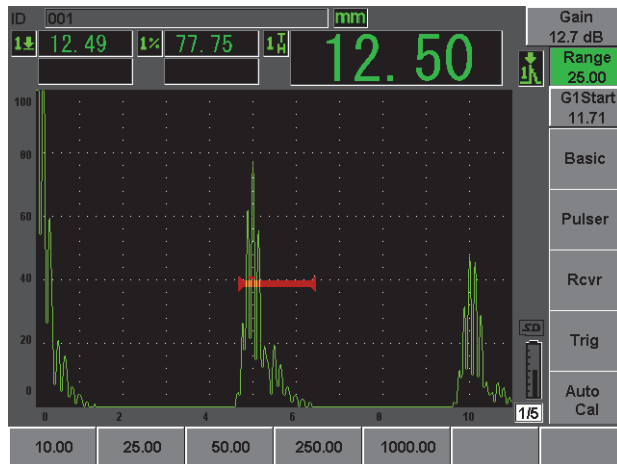

Abbildung 2-17 Einstellen des Bereichs
16. Taste **[RANGE]** (Bereich) drücken und den Bildschirmbereich wie gewünscht einstellen (siehe Abbildung 2-17 auf Seite 53).